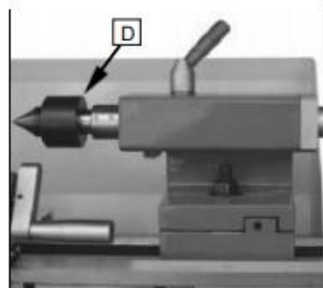

Fig. 29
5. Skruva loss mutter (D, Fig. 29) från ledskruv eller nötter (E, Fig. 19) från kvadranten bultar för att ta bort växlar framifrån .
De bo centrum är monterad i boll kullager. Dess användning är rekommenderas starkt för vänder kl hastigheter över s av 600 RPM. (Fig. 29)